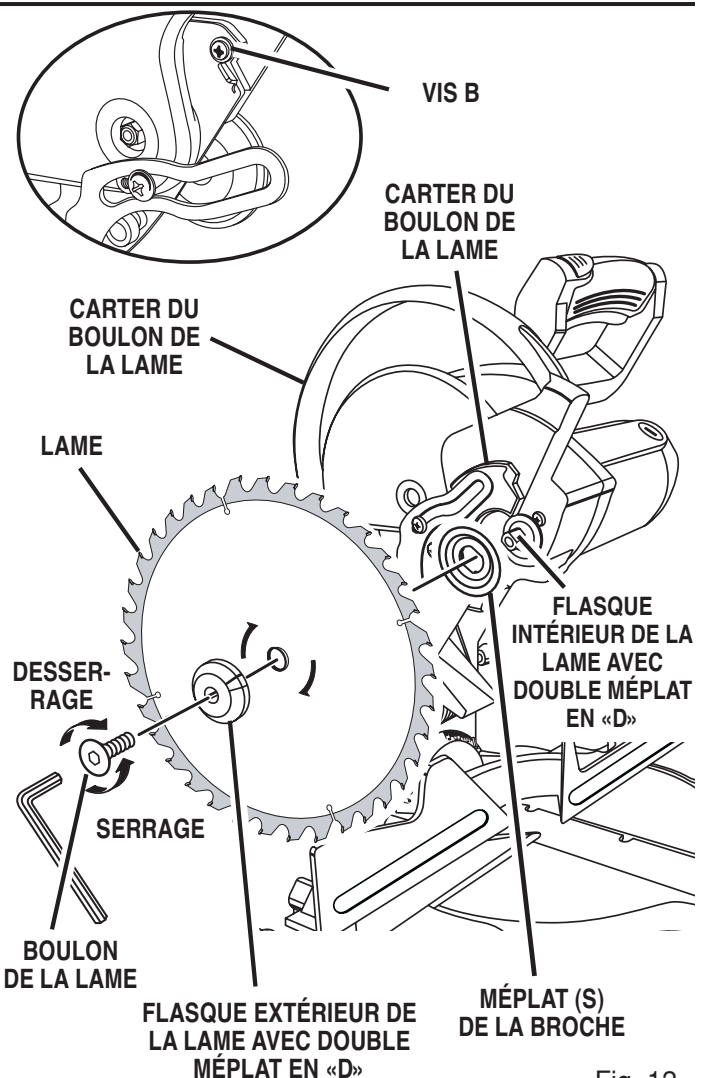

Fig. 12
Voir figure 12.
- Desserrez le boulon de la lame à l'aide de la clé fournie et retirez-le. Voir figure 12.
- Montez la lame à l'intérieur du protège-lame inférieur et sur la broche; les dents de la lame se dirigeant vers le bas à l'avant de la scie, comme l'illustre la figure 12.